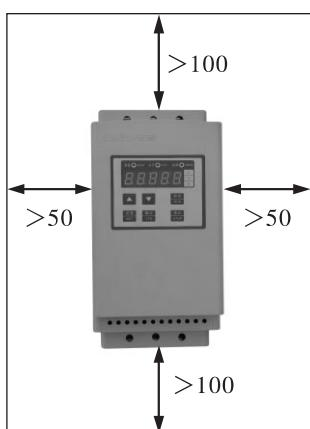
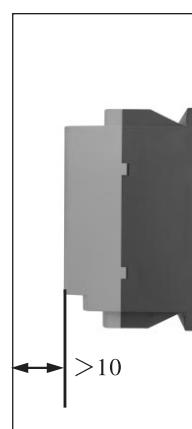

图 1.5.1
图 1.5.2
■ 为了确保软起动器在使用中具有良好的通风及散热条件，软起动器应垂直安装，并在设备四周留有足够的散热空间，如图 1.5.1、图 1.5.2，图中为允许的最小距离。软起动器在柜内安装时，除上述要求外，还须选用上、下通风良好的柜体，如图 1.5.3。